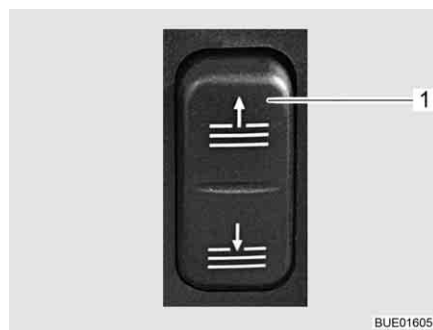

Bild 34 Brytare solskydd
- Tryck på övre eller undre delen av knappen (Bild 34,1). Solkyddet rör sig uppåt eller nedåt så länge knappen hålls inne.